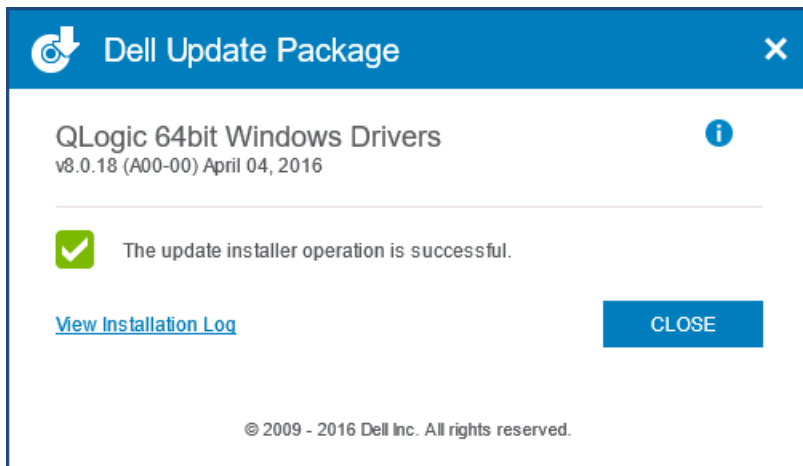

Figure 3-8. Fenêtre Dell Update Package
9. Dans la fenêtre DUP (Figure 3-8), le message « Update installer operation was successful » (« L'opération d'installation de la mise à jour a réussi ») indique que l'installation est terminée.